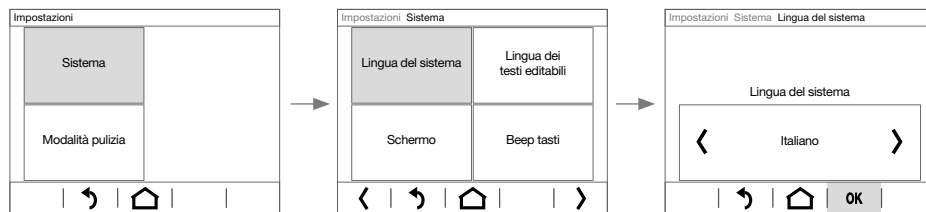

Figura 5: esempio d'impostazione della lingua di sistema
La visualizzazione si sposta su un'altra pagina dalla quale occorre ancora operare una selezione, oppure va direttamente all'impostazione del parametro (figura 5).
- Con **-/+** il valore del parametro ridurre/aumentare, con **>/<** è possibile selezionare un valore preimpostato disponibile (figura 5), oppure con **ON/OFF** è possibile attivare/disattivare il parametro (tabella 1).